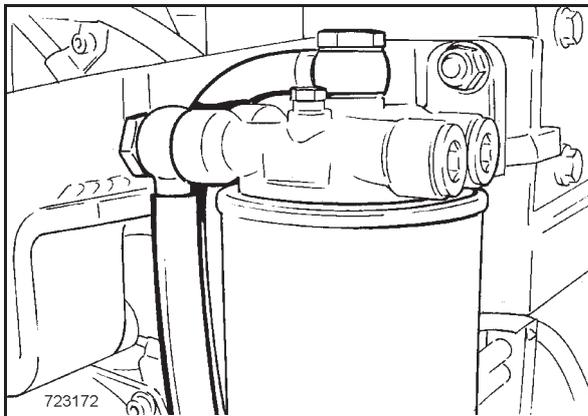

Bild 133
- Kraftstoffschläuche (Bild 133) vom Filter abziehen.